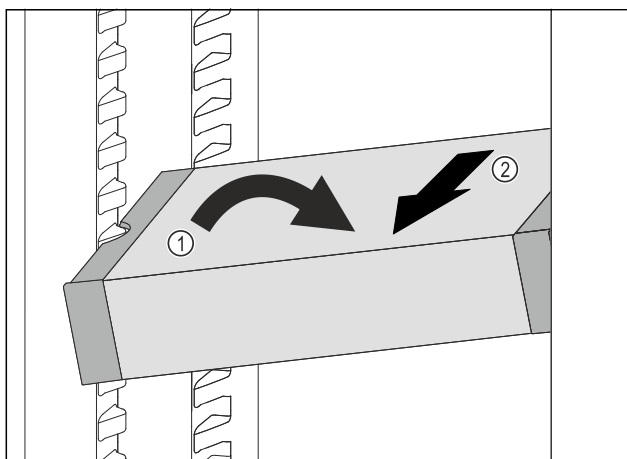

Fig. 132
- ▶ Coloque el VarioSafe en el compartimento del frigorífico en posición oblicua. Fig. 132 (1)
- ▶ Extraiga el VarioSafe hacia delante. Fig. 132 (2)